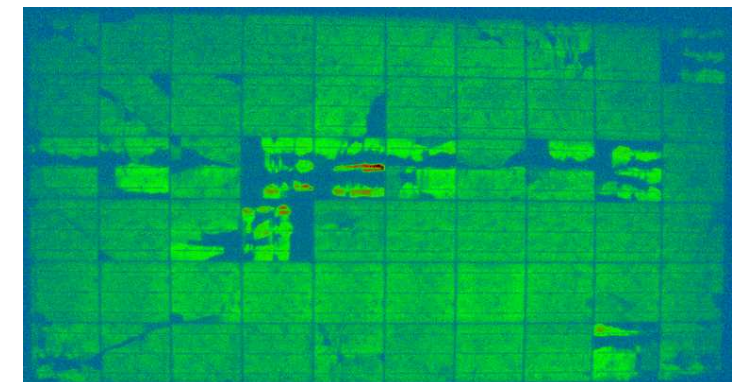

Fig.2 EL image of a failed PV module measured outdoor on a cloudy day.
Si太陽電池モジュールに順バイアス電流したときに生じるエレクトロルミネッセンス(EL)を測定することによって、モジュールの異常が容易に検出可能である。SiのELスペクトルは微弱で近赤外域であるため、通常、暗室や近赤外カメラを用いた測定が行われる。本研究では屋外で市販の高画素CMOSカメラを用いたEL測定を試みている。Fig. 2は5,700luxの曇天下で測定した破損モジュールのEL像である。
**Outdoor measurement of EL image of PV module:** Measurement of Electroluminescence (EL) is an effective method for Si PV module diagnosis. However, EL image measurements require dark environment and a near infrared(NIR) image sensor due to its optical properties. In this research, EL image is captured synchronously with bias current using a conventional 4M pixel Si CMOS camera as shown in Fig.2.